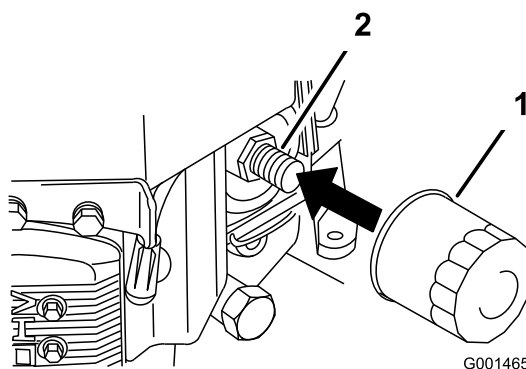

Figure 34
2. Retirez le filtre usagé (Figure 34).
3. Appliquez une fine couche d'huile neuve sur le joint en caoutchouc du filtre de rechange (Figure 34).
4. Posez le filtre à huile de rechange sur l'adaptateur, tournez le filtre dans le sens horaire jusqu'à ce que le joint en caoutchouc touche l'adaptateur, puis serrez le filtre de 3/4 de tour supplémentaire (Figure 34).